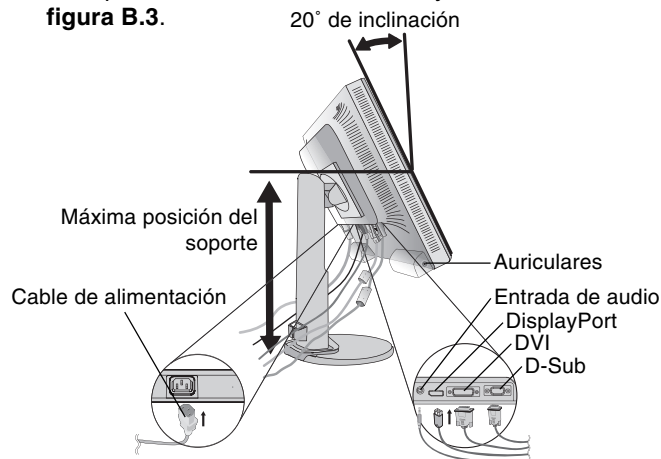

Figura B.1
3. Coloque una mano a cada lado del monitor para inclinar el panel LCD 20 grados y levántelo hasta alcanzar la posición más alta (**figura B.1**).
4. Conecte todos los cables al conector apropiado de la parte posterior del monitor (**figura B.1**). Conecte los auriculares (no incluidos) al conector apropiado de la parte izquierda del monitor (**figura B.1**).